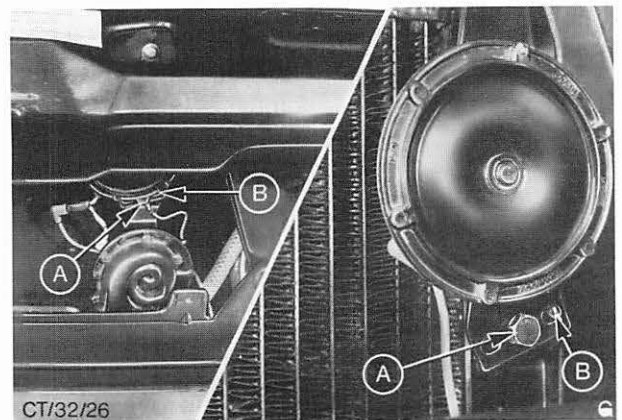

Abb. 34 A = Befestigungsschraube – Horn
4. Hornbefestigungsschraube und, wenn erforderlich, Kabel entfernen. Hörner abbauen. Abb. 34.
5. Hörner auf die Führungszunge montieren und mit Schraube befestigen. Abb. 34.